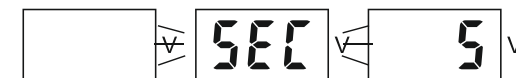

Рис.3. Дисплей при включении реле
4.3. При первом или повторном включении реле на дисплее высветится обратный отсчет времени включения t_{on} (рисунок 3). После это включится одно из реле и на выходе появится напряжение. Для ручного включения и отключения реле нажмите на кнопку \cup .